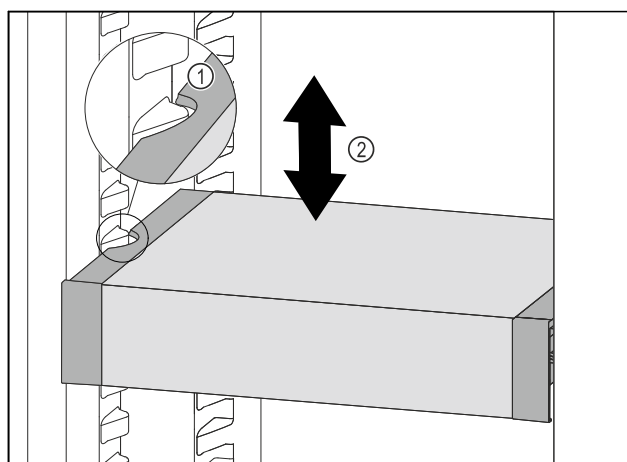

Fig. 82
- ▶ VarioSafe w chłodziarce przesunąć w górę lub w dół, aż zostanie osiągnięta żądana wysokość. Fig. 82 (2)